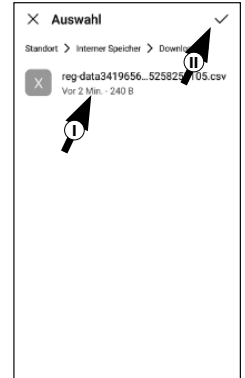

Abb. 71
- 3 Wählen Sie die CSV-Datei aus, welche Sie von Smartphone B per Mail erhalten haben (I). Bestätigen Sie die Auswahl oben rechts mit dem Häkchen (Abb. 71).